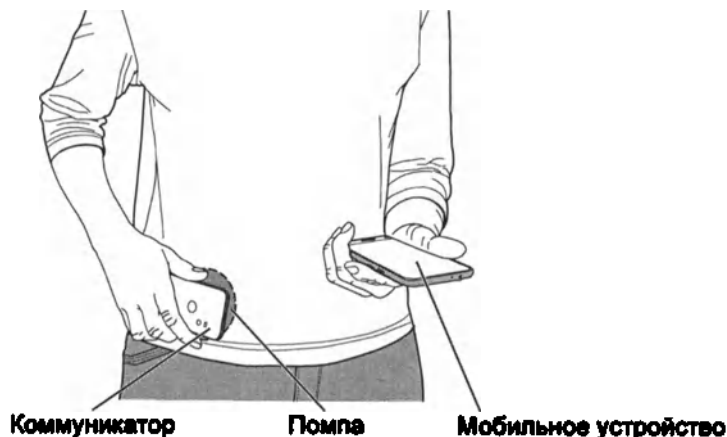

Рис. 1. Расположите мобильное устройство и коммуникатор рядом с помпой пациента.
- Пр продемонстрируйте пациенту, как следует держать коммуникатор и мобильное устройство (Рис. 1 на стр. 53). Коммуникатор можно прикладывать к помпе любой стороной.
1. Приложите коммуникатор к помпе любой стороной (Рис. 1).